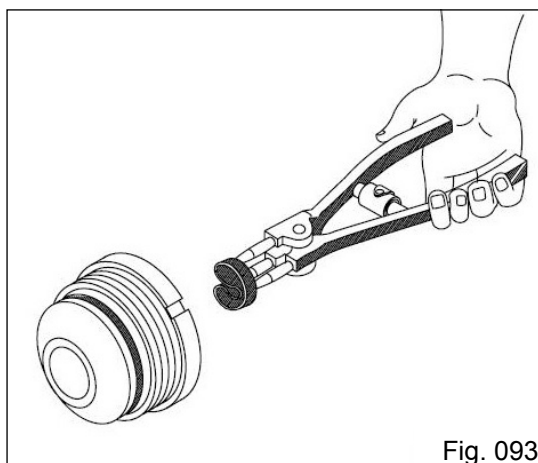

Fig. 093
- Introduza a gaxeta na furação do guia da haste até a altura do alojamento e solte a gaxeta acomodando-a no lugar (Fig. 093);